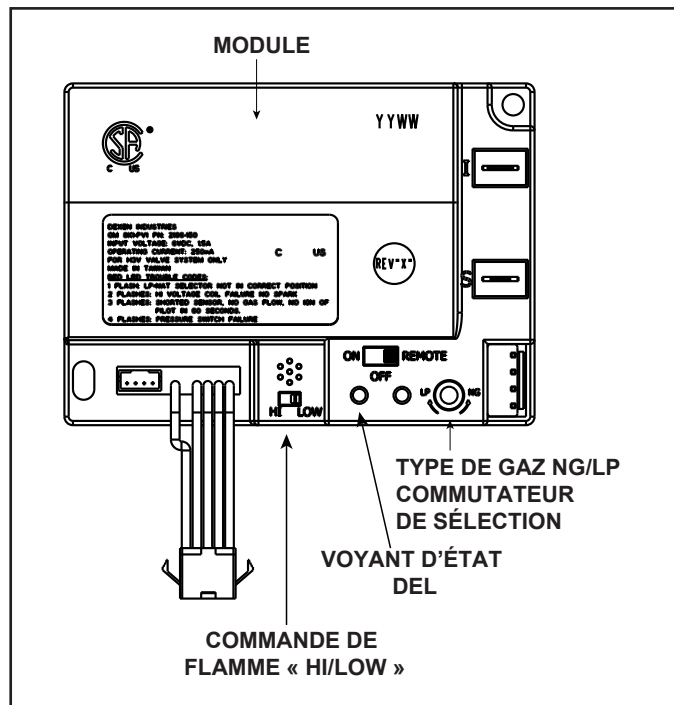

Figure 3.4. – Module de commande
1. Le module de commande est équipé d'un commutateur de sélection ON/OFF/REMOTE (marche/arrêt/télécommande) qui doit être réglé. Voir la figure 3.4.
- Localisez le module du commutateur de sélection. (Voir la figure 3.4.)